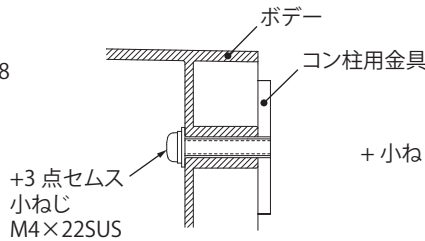

図 2
- プラボックスの内側から +3 点セムス小ねじ M4×22SUS で締め付けてください。(図 2)